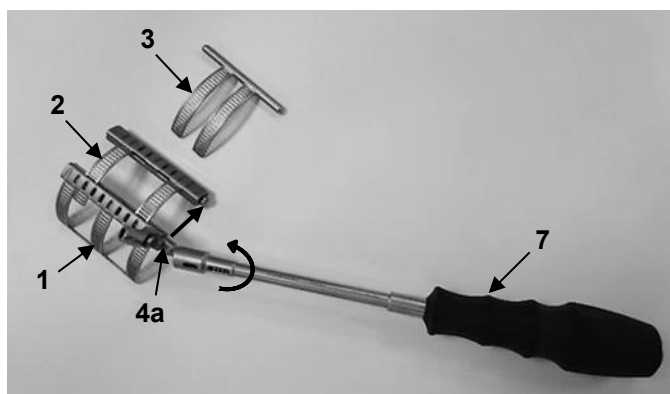

fig. 21
2. Avlägsna sedan primärelementet (2) från det baselementet (1) med hjälp av lämplig skruvmejsel (7). För att göra detta vrider du transportmekanismen på baseelementets boxmodul (4a) medurs med hjälp av en lämplig skruvmejsel (7), tills den kan tas bort (fig. 21).